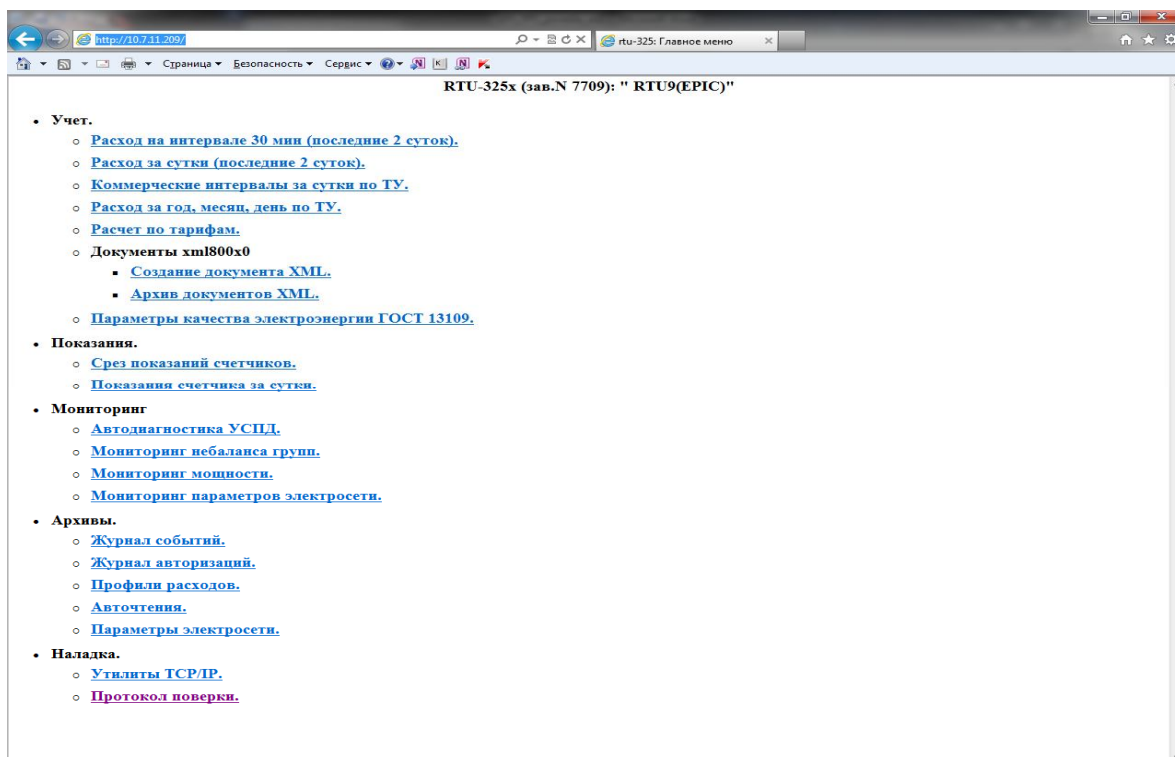

Рисунок 35
- 2) В пункте «Протокол поверки» встроенного Web-сервера УСПД (рисунок 35).